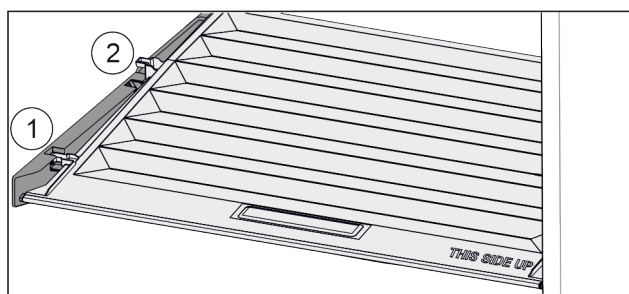

Fig. 95
- ▶ Trageți capacul în față Fig. 95 (1) până la orificiul din piesele suportului.
- ▶ Ridicați în spate de jos și scoateți Fig. 95 (2) în sus.